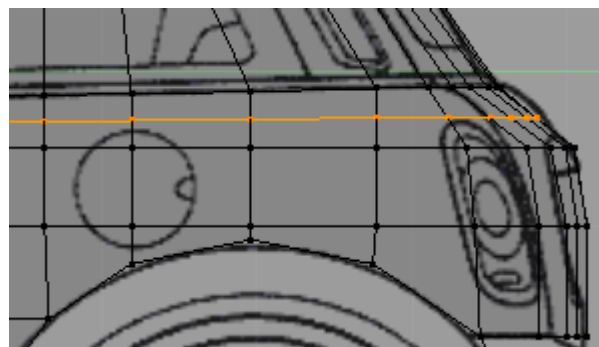

Figura 4.81
10. Selecciono o contorno da base dos vidros laterais ou o imediatamente abaixo, **[Alt]+[RMB]** sobre uma das arestas, e insira um novo contorno, **[Ctrl]+[R]**, figura 4.81.